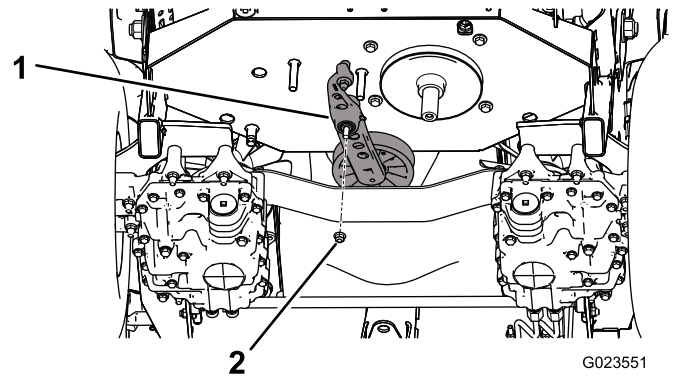

Bild 56
5. Entfernen Sie die Mutter, mit der der Spannarm am Rahmen befestigt ist (Bild 56).